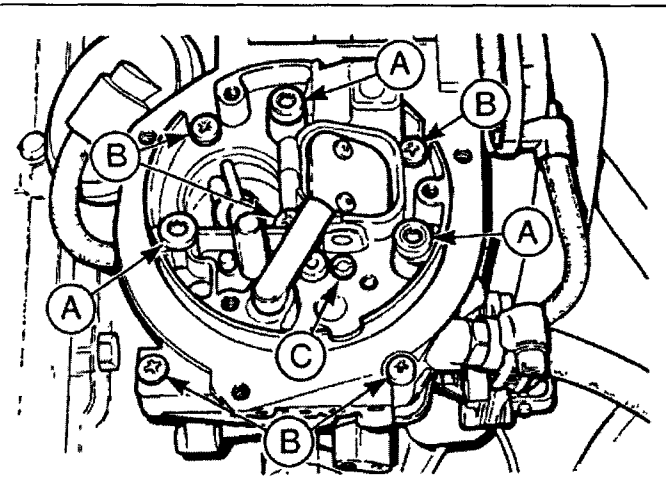

Рис. 3.3 Винты крепления карбюратора
- 3 Снимите карбюратор с двигателя (часть "Б") - рис. 3.3.